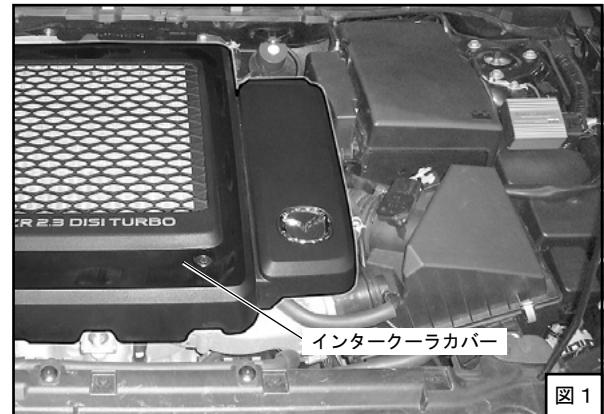

図 1
- (1) バッテリのマイナス端子（-）からケーブルターミナルを取外してください。
- (2) インタークーラカバーを取外してください。（図 1）